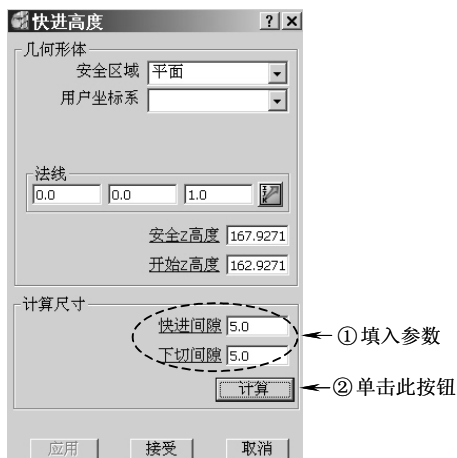

图 11-25 设置快进高度参数
3) 设置快进高度: 在 PowerMILL 综合工具栏中单击快进高度按钮, 打开“快进高度”表格, 按图 11-25 所示设置快进高度参数, 完成后单击“接受”按钮退出。